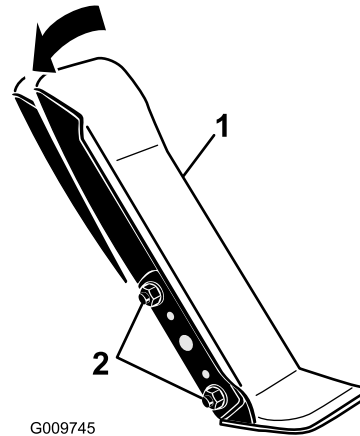

Bild 116
1. Lösen Sie die zwei Muttern und Schrauben, mit denen die linke Seite des Fahrpedals an der Halterung befestigt ist (Bild 116).
2. Drehen Sie das Pedal auf den gewünschten Winkel und ziehen Sie die Muttern fest (Bild 116).